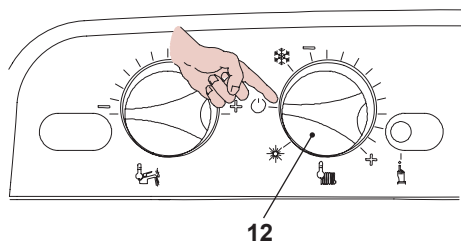

Рисунок 9.23
- Чтобы выйти из режима программирования, установите переключатель 12, как показано на рисунке, см.Рисунок 9.23.